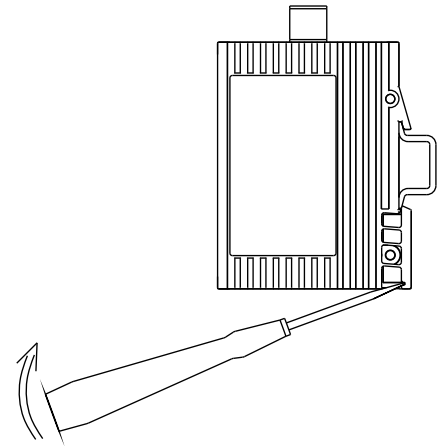

Abb. 7 Demontage
- Um den Q.NET-5TX/-8TX von der Hutschiene zu demontieren, entriegeln Sie die Schnappvorrichtung gemäss Abb. 7.